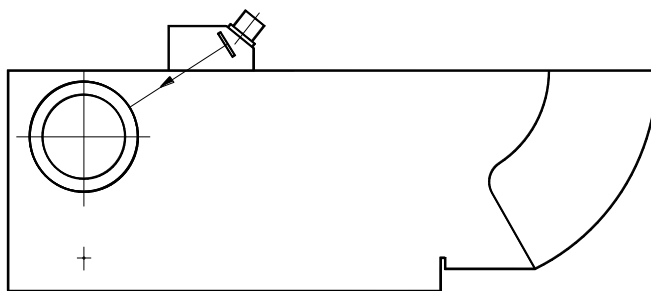
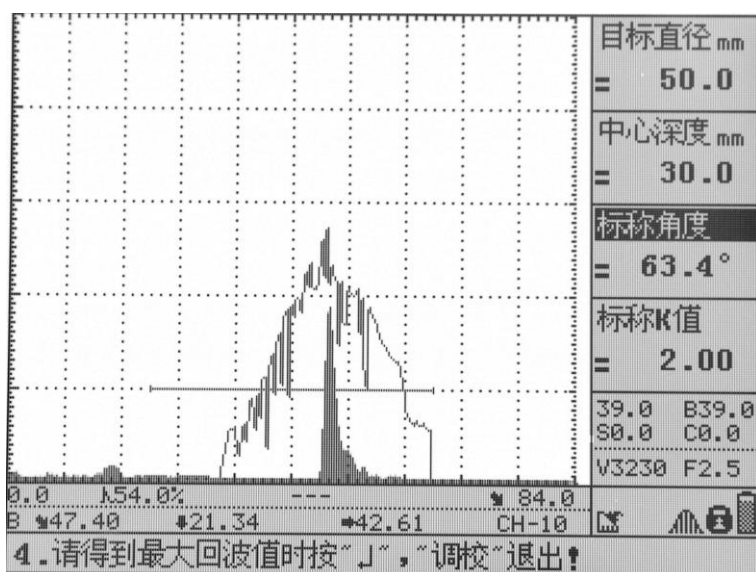
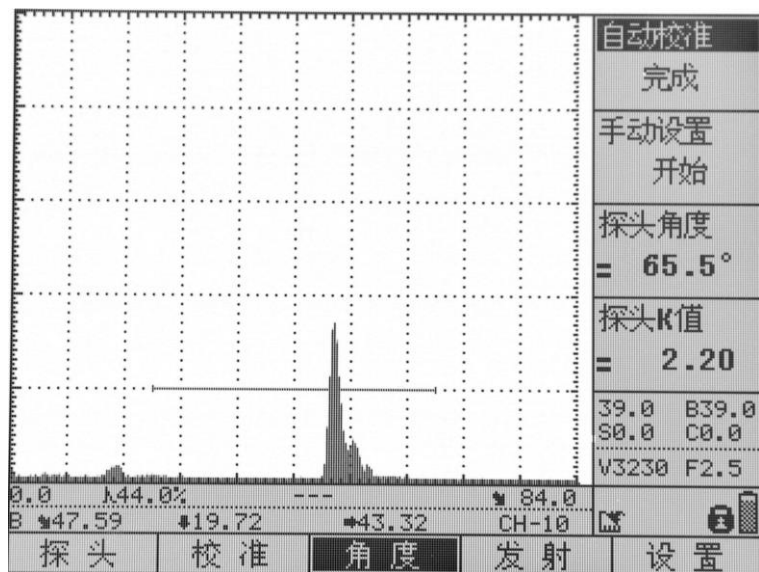

图 3.9
图 3.10
图 3.11
- (1) 单击“波峰记忆”键，打开波峰记忆或回波包络功能，探头沿试块前后移动（如图 3.9），会看到回波包络轨迹，如图 3.10，按照提示，目标反射波最高时按“确定”，完成折射角/K 值自动校准。可以看到折射角/K 值已修正为实际值，如图 3.11 所示。